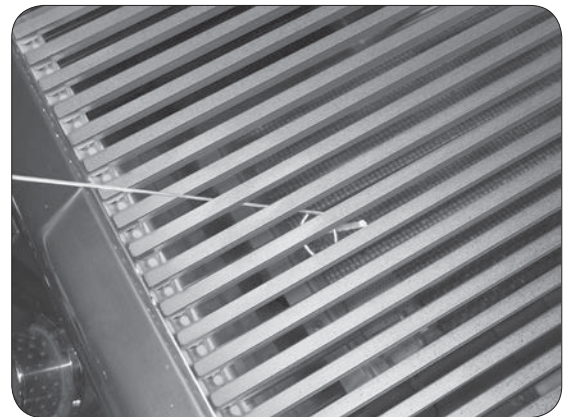

Fig. 27-2 - Éclairage manuel
2. Insérez un allumeur brûlant de butane de long-baril, une allumette brûlante de long-tige, ou une allumette brûlante tenue par un support de prolongation de fil par la grille à cuire s'ouvrant au dessus du brûleur (fig. 27-2).
4. Si le brûleur ne se allume pas dans les cinq (5) secondes de tourner le bouton de commande, enfoncez immédiatement le bouton et tournez la valve à AU LOIN. **ATTENDEZ CINQ (5) MINUTES** avant de répéter les étapes 2 à 4 des instructions manuelles d'éclairage.